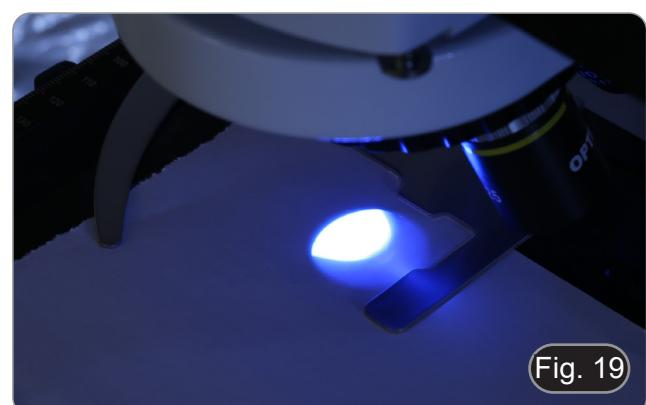

Fig. 19
- 5. Mit der Fokussierschraube der Kollektormarke ② auf das Bild des auf das Papier projizierten Bogens bringen. Der Lichtfleck sollte so scharf und definiert wie möglich sein. (Fig. 19)